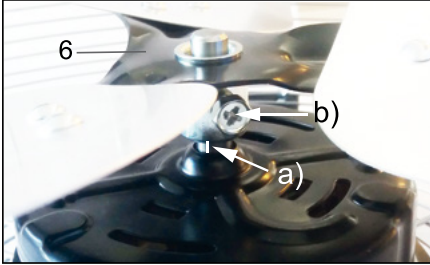

Fig.1: Montage Rotor
2. Schieben Sie den Rotor (6) mit dem Abstandhalter in Richtung Motor auf die Achse.
*Der Rotor darf nicht unmittelbar auf dem Motor aufliegen. Es muss ein sichtbarer Abstand zwischen Abstandhalter und Motor erkennbar sein. Siehe Abb. 1 a).*
3. Schrauben Sie den Rotor mit der seitlich am Abstandhalter befindlichen Schraube fest. Siehe Abb.1 b).